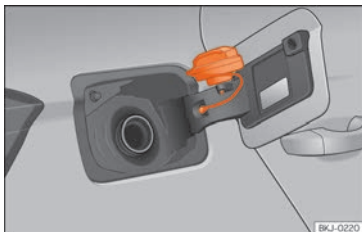

Fig. 154 Tapa del depósito con el tapón encajado.
- Colóquelo en el espacio que hay en la bisagra de la tapa abierta »»» fig. 154.